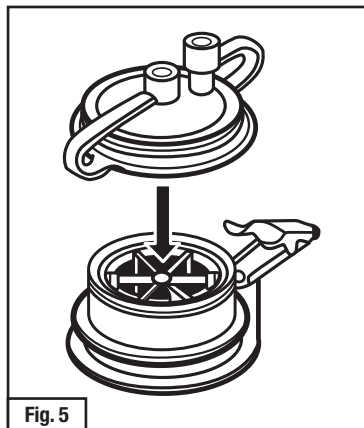
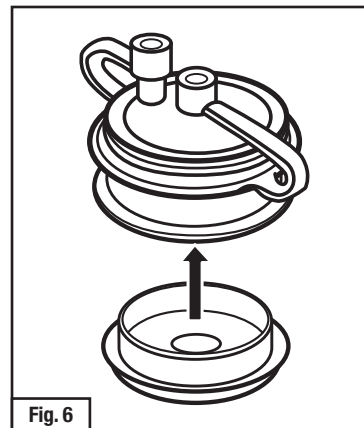

Fig. 5
Fig. 6
- 3520/3530:** Cierre la tapa de elución (con tapones) sobre la sección superior del monitor (Fig. 5). Separe el cuerpo principal y las secciones secundarias. Cierre la copa inferior (sin tapones) en el fondo de la sección principal (Fig. 6). Cierre la tapa de elución en el cuerpo secundario. Ahora el monitor está listo para su envío.